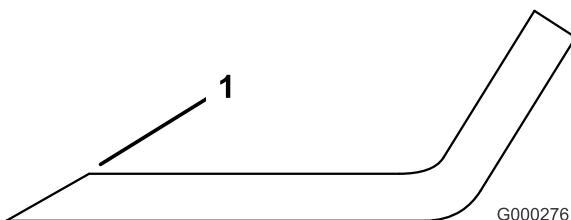

図 71
- ブレードは、左右の刃先部分を研磨する(図 71)。刃先の角度を変えないように注意すること。左右を同じだけ削るようにすればバランスが狂わない。